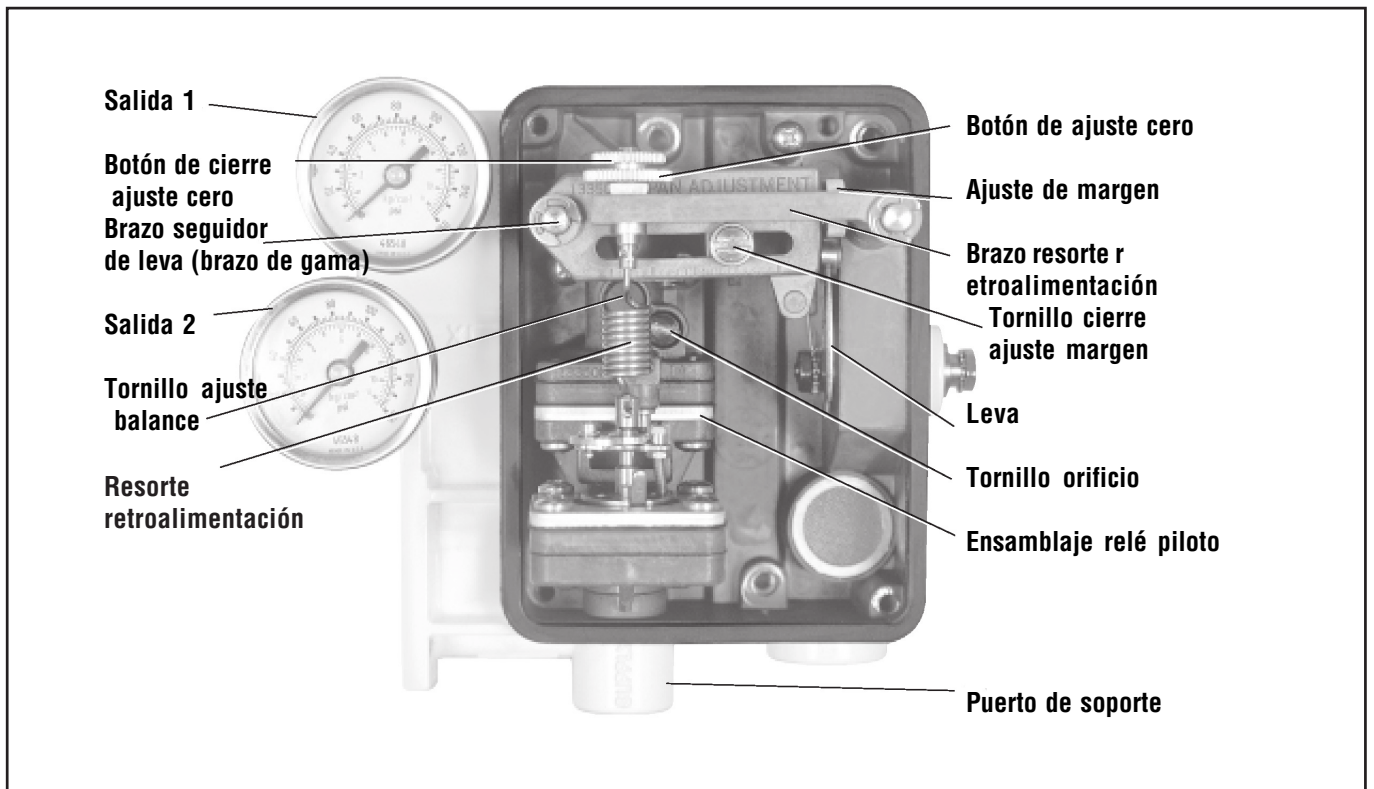

Figura 7: Ajustes del posicionador
5. Colocar el brazo seguidor correspondiente en el saliente del eje de la leva con las marcas de los orificios hacia fuera. Fijar con la arandela de presión y la tuerca (véase la figura 7).
4. Retirar la tapa de goma del ajuste de equilibrio (véase la figura 7).